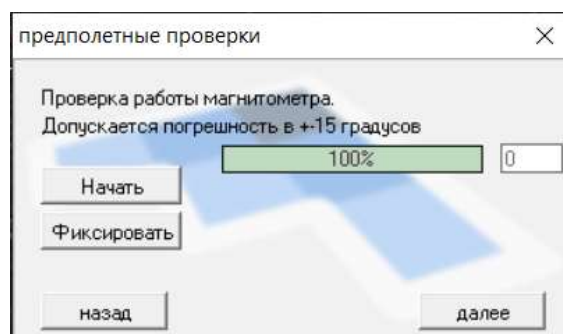

Рисунок 82 – Проверка работы магнитометра
- проконтролировать появление шкалы зеленого цвета первого индикатора (Рисунок 82);